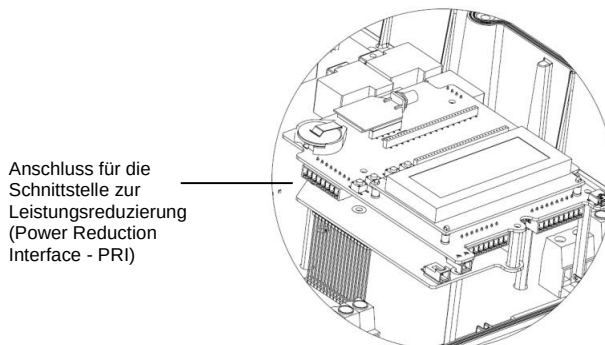

Abbildung 41 – PRI-Eingang
- 1 Schließen Sie den FRSE² direkt an die Kommunikationsplatine des SolarEdge Wechselrichters mithilfe des Steckers für die Schnittstelle zur Leistungsreduzierung (PRI) an. Abbildung 41 zeigt die Position des Anschlusses. Der Stecker ist eine 8-polige Klemmleiste.
- 1 Schließen Sie den FRSE¹ direkt an die Kommunikationsplatine des SolarEdge-Wechselrichters mithilfe des Steckers für die Schnittstelle zur Leistungsreduzierung (PRI) an. Abbildung 41 zeigt die Position des Anschlusses. Der Stecker ist eine 8-polige Klemmleiste.